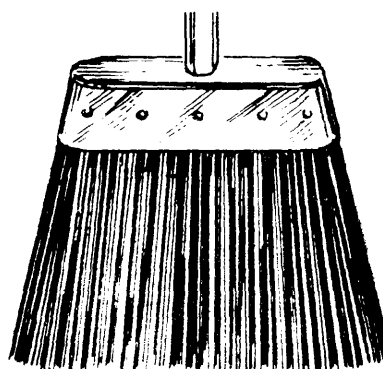

Fig. 9
- Escoba de fibras duras, para barrer y lavar pisos rústicos: pisos de cerámica, ladrillos y de cemento (fig. 9).